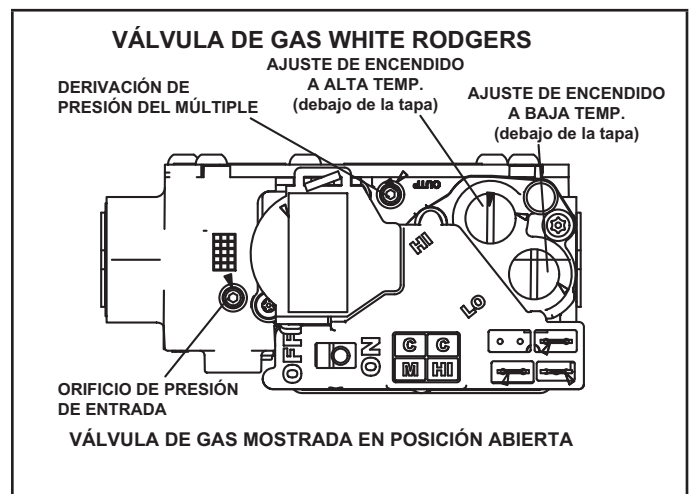

Figura 66
#### Operación de la válvula de gas (Figura 66)
- 8 - Mueva el interruptor de la válvula de gas a la posición ENCENDIDO. Ver la Figura 66.
Un tapón roscado en la válvula de gas permite acceso a la presión de suministro. Ver la Figura 66. Retroceda el tornillo hexagonal de 3/32 una vuelta, conecte un tubo de 5/16 y conéctelo a un manómetro para medir la presión de suministro. Ver la TABLA 21 para la presión de la línea de suministro.
Un tapón de presión del múltiple en la válvula de gas permite acceso a la presión del múltiple. Ver la Figura 66. Retroceda el tornillo hexagonal de 3/32 una vuelta, conecte un tubo de 5/16 y conéctelo a un manómetro para medir la presión del múltiple.